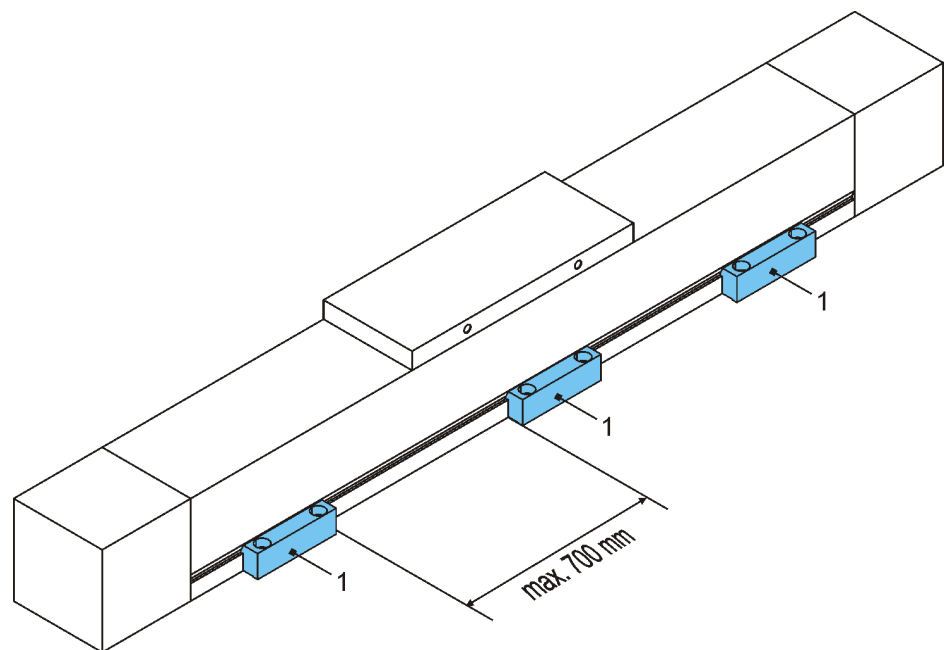

Bild 3: Befestigungsleisten(1)
1. Die Befestigungsleisten (1) lose an der Position befestigen (Bild 3).
3. Die Befestigungsleisten (1) festschrauben